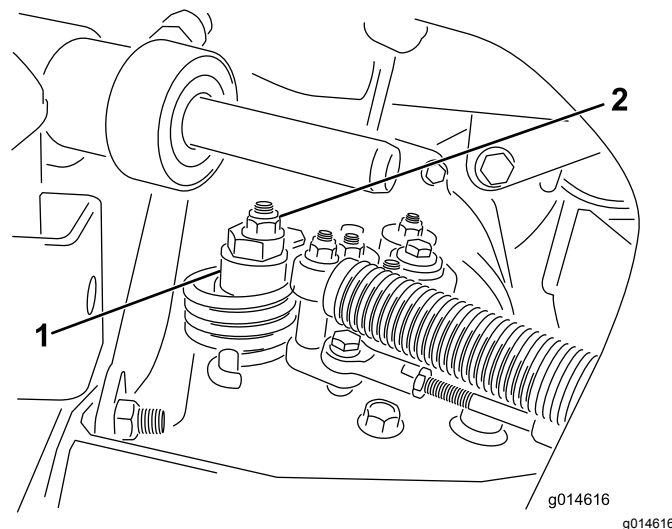

Bild 40
- A. Lösen Sie die Mutter, mit der der Exzenter oben am Hydrostat befestigt ist (**Bild 40**).
- C. Drehen Sie den Exzenter, bis kein Kriechen in jeder Richtung auftritt. Ziehen Sie die Schraube fest, wenn sich das Rad nicht mehr dreht, um den Exzenter und die Einstellung zu arretieren (**Bild 40**). Überprüfen Sie die Einstellung, wenn die Gasbedienung in der LANGSAM- und SCHNELL-Stellung ist.